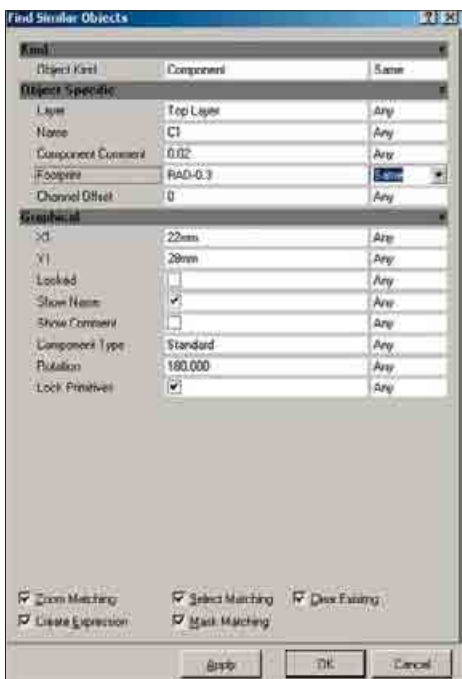

Рис. 2. Настройка фильтра объектов для глобального редактирования
- В открывшемся окне Find Similar Objects (рис. 2) укажем критерий отбора компонентов «все конденсаторы с топологическим посадочным местом RAD-0.3», для чего в строке Footprint справа в выпадающем списке установим опцию Same.